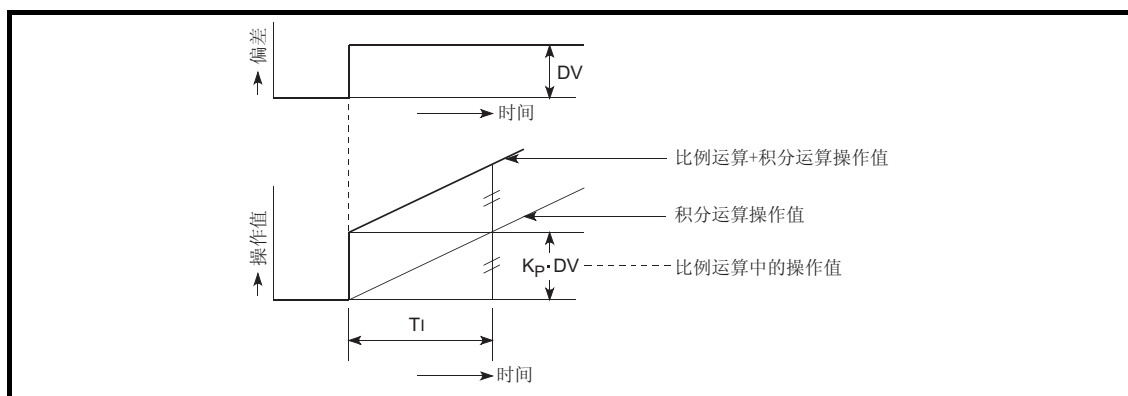

图 1.4 偏差为常量时的积分运算
- (3) 当偏差为某一常量阶跃响应时的积分运算如图 1.4 所示。